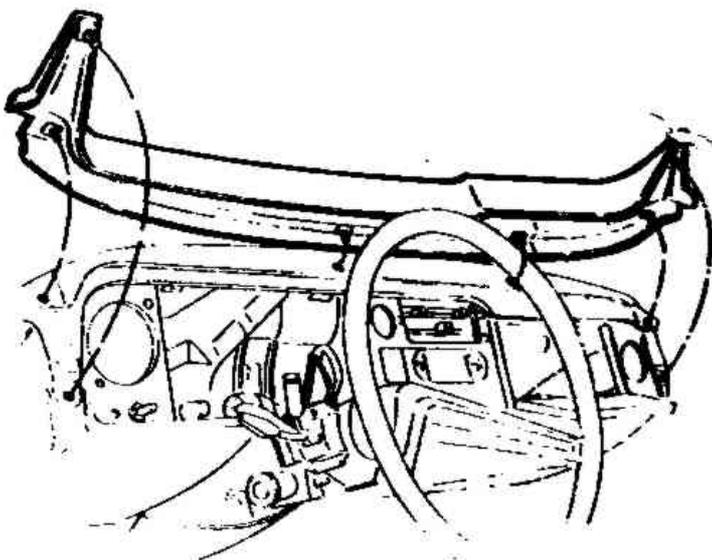

Рис. 12.17. Точки крепления обивки приборного щитка (Разд.27)
5. Теперь можно получить доступ к гайкам, крепящим обивку, через соответствующие отверстия. Установка производится в обратном порядке (Рис. 12.17).